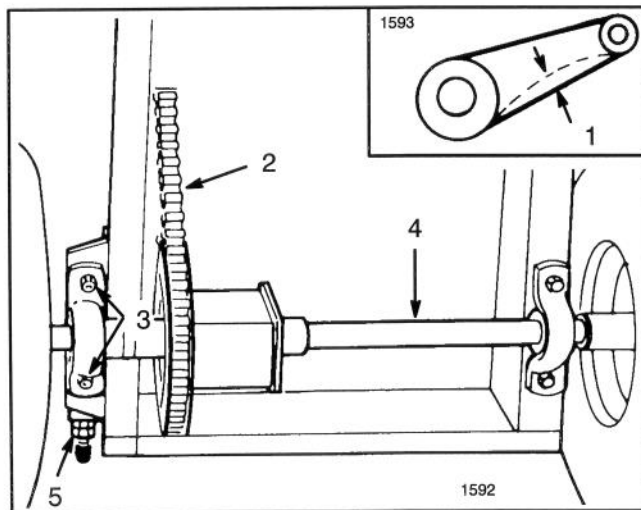

**Abbildung 23**
2. Zur Überprüfung der Durchbiegung der Antriebskette die Kette auf halbem Weg mit mäßigem Druck anheben und herunterdrücken (Abb. 23). Die Gesamtdurchbiegung sollte 1/8 Inch (3 mm) betragen (Abb. 24). Wenn die Durchbiegung nicht wie angegeben ist, ist eine Einstellung erforderlich—Schritte 3-13.